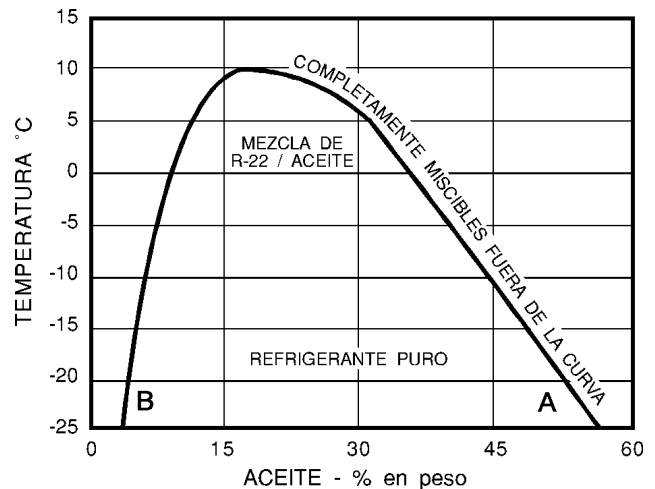

Figura 4.6 - Solubilidad de R-22 en aceite mineral de viscosidad 300 SUS (68 cSt).
**Refrigerante 22.** Este refrigerante es menos soluble en aceite que el R-12, y bajo ciertas condiciones, su solubilidad puede ser tan baja y la viscosidad del aceite tan alta, que haya poca fluidez haciendo que el regreso del aceite al compresor represente un problema. A temperaturas entre  $-7$  y  $10^{\circ}\text{C}$  se pueden formar dos capas, dependiendo del tipo de aceite y la cantidad presente del mismo (figura 4.6).
La figura 4.6 muestra las condiciones de temperatura y concentración para el R-22 y un aceite mineral de viscosidad 300 SUS. Fuera de la curva, son completamente miscibles y forman una sola fase líquida. Pero en cualquier punto dentro de la curva, existirá una separación de dos capas líquidas. Por ejemplo, a  $-20^{\circ}\text{C}$ , la capa rica en aceite (superior) contiene aproximadamente 52% de aceite y 48% de R-22 punto "A", mientras que la capa inferior contiene aproximadamente 97% de R-22 y 3% de aceite, punto "B".